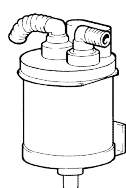

Fig. 5
**Maxi-Canister:** utilizable para una sola consulta, capacidad 1,5 litros, drenaje automático con el paro de la aspiración, fig. 5.